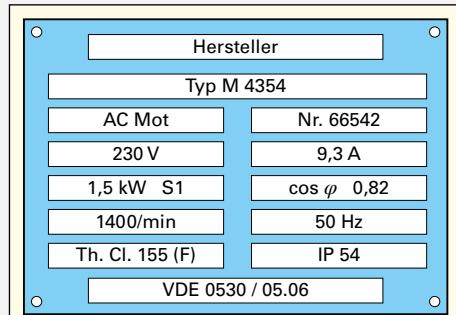

Bild 4: Leistungsschild eines Motors
4. Berechnen Sie aus den Angaben des Leistungsschildes (Bild 4) des Wechselstrommotors a) die Scheinleistung, b) die aufgenommene Wirkleistung, c) die Blindleistung und d) den Wirkungsgrad.
8. Wie ändern sich die Betriebswerte (Tabelle), wenn an den Anschlussklemmen L und N, z.B. einer 36-W-Leuchtstofflampe, ein 4- $\mu\text{F}$ -Kondensator parallel dazugeschaltet wird (Bild 4, Seite 12)? Antworten Sie mit: unverändert, wird größer oder wird kleiner.